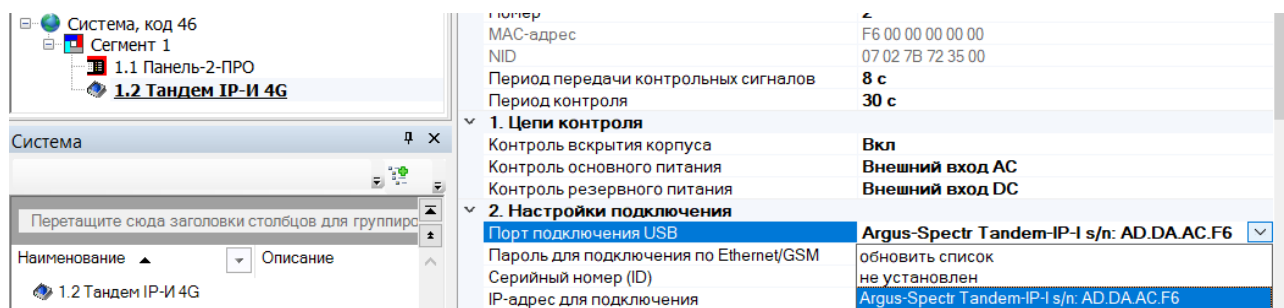

Рисунок 6.17
- При выборе подключения через USB прибора нужно выбрать порт подключения в свойствах прибора (Рисунок 6.17).